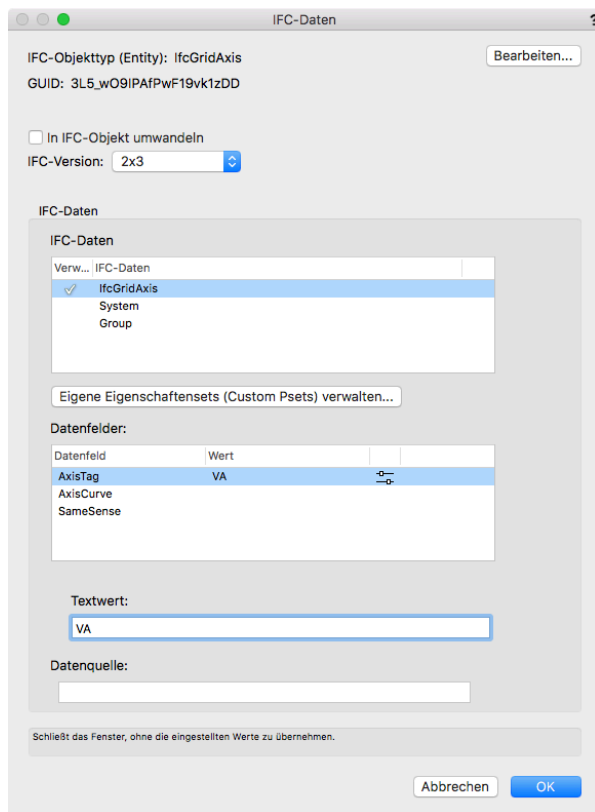

BILD 24
3. Klicken Sie dann im Dialogfenster „IFC-Daten“ auf das Eigenschaftenset „IfcGridAxis“. Klicken Sie dann in der unteren Liste auf das Datenfeld „AxisTag“. Geben Sie im Eingabefeld darunter das Präfix „V“ ein sowie den Buchstaben oder die Zahl der Achse im Raster (zum Beispiel „VA“, siehe **BILD 24**).